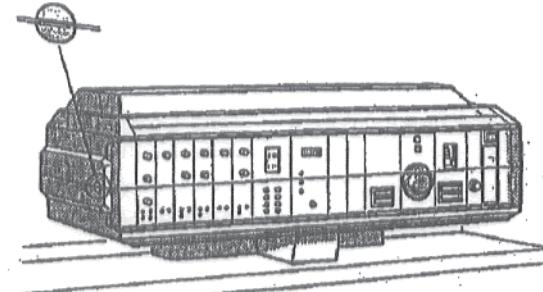

Рис. 1
- Перевести шлиц винта прозрачной крышки устройства регулирования (рис. 1) в горизонтальное положение, например, с помощью монеты. Снять прозрачную крышку, подав ее вперед.